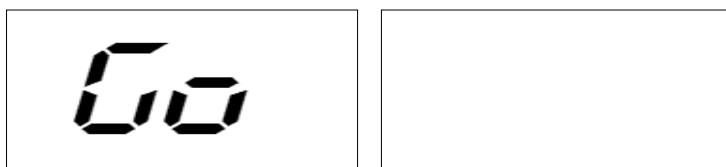

Figura F5.5 Mensagem de “Inicie a rotação”
4) Pressione a tecla [P4]  para exibir as informações, conforme mostrado na Figura F5.5;